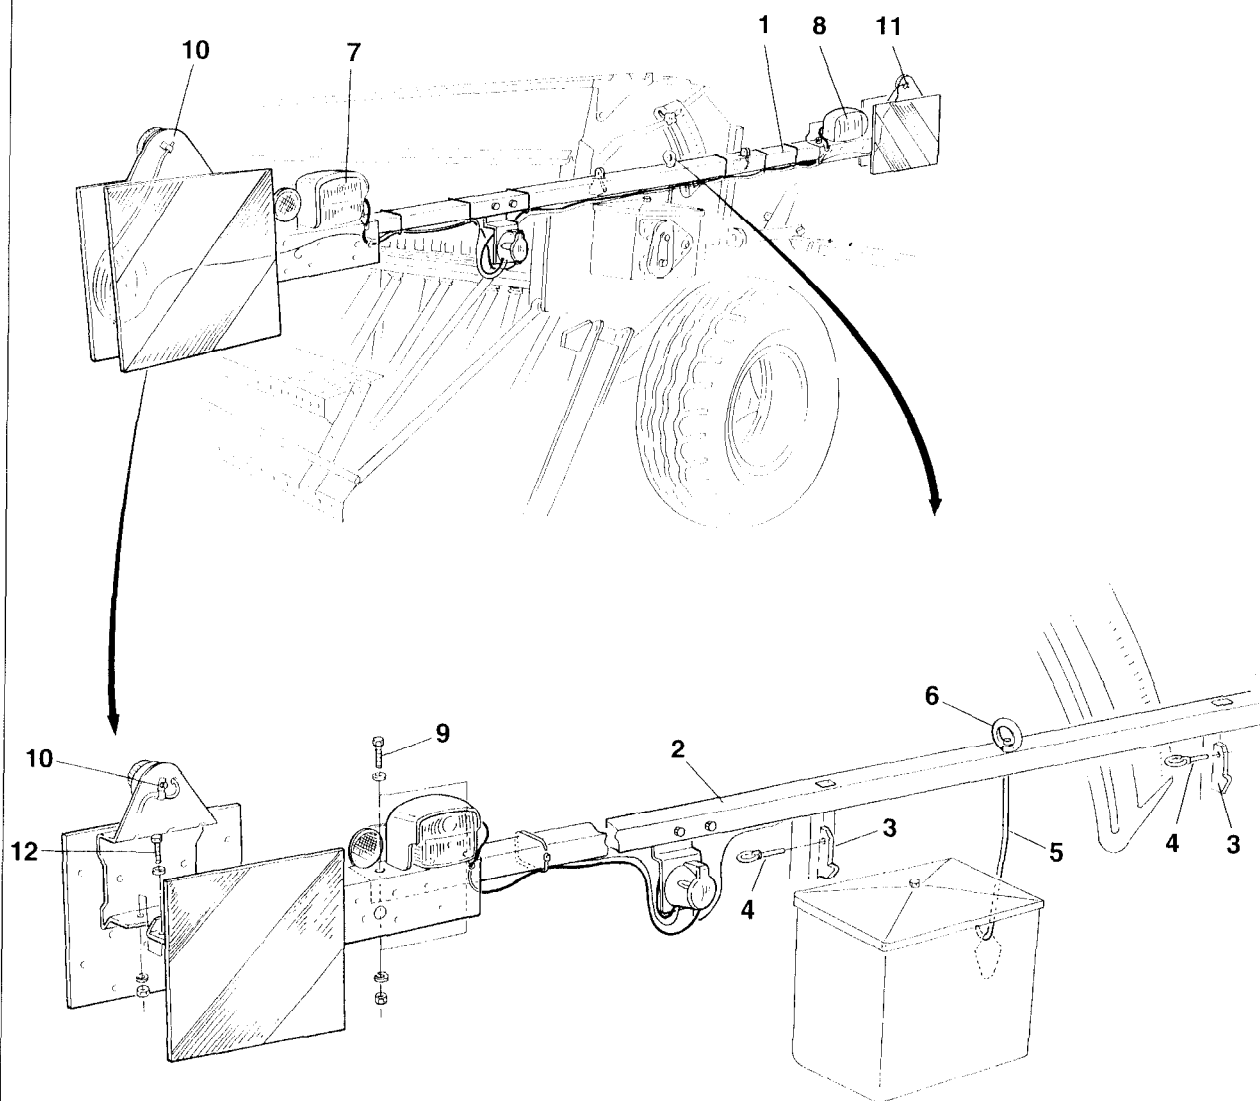

Fig. 20.15
Zum Transport auf öffentlichen Straßen muß die Sämaschine mit der Verkehrssicherungsleiste (Fig. 20.15/1) ausgerüstet sein. Die Verkehrssicherungsleiste bleibt auch während der Arbeit auf dem Feld an der Sämaschine.
- Vierkantrohr (Fig. 20.15/2) auf zwei Halter (Fig. 20.15/3) aufstecken und mit Klappsteckern (Fig. 20.15/4) sichern.
- Befestigungsstange (Fig. 20.15/5) am Seitenteil der Sämaschine einhängen und das Vierkantrohr (Fig. 20.15/2) mit einer Ösenmutter (Fig. 20.15/6) an der Befestigungsstange (Fig. 20.15/5) anschrauben.
- Leuchteneinheit "links" (Fig. 20.15/7) und Leuchteneinheit "rechts" (Fig. 20.15/8) mit der Beleuchtung nach hinten und den rot-weiß gestreiften Warntafeln mit jeweils zwei Skt.-Schrauben (Fig. 20.15/9) am Vierkantrohr (Fig. 20.15/2) anschrauben.
- Leuchteneinheit "links" (Fig. 20.15/10) und Leuchteneinheit "rechts" (Fig. 20.15/11) mit der Beleuchtung nach vorne und den rot-weiß gestreiften Warntafeln mit jeweils zwei Skt.-Schrauben (Fig. 20.15/12) am Vierkantrohr (Fig. 20.15/2) anschrauben.